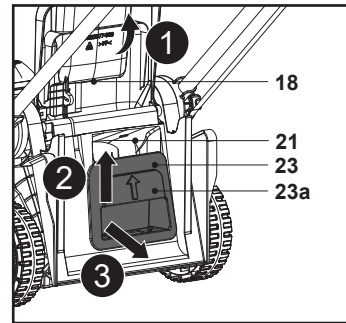

Fig. 16
2. Ridică mânerul încastrat (23a) și trage accesoriul de mărunțire (23) până îl scoți complet afară din jgheabul de evacuare spate (21) (fig. 16).